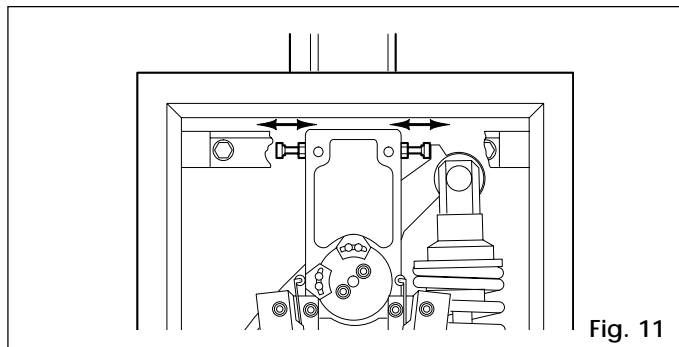

Fig. 11
- 5) Régler les butées mécaniques de fin de course d'ouverture et de fermeture comme indiqué en fig. 11. Vérifier l'équilibrage de la lisse selon les indications du chapitre 4.4.